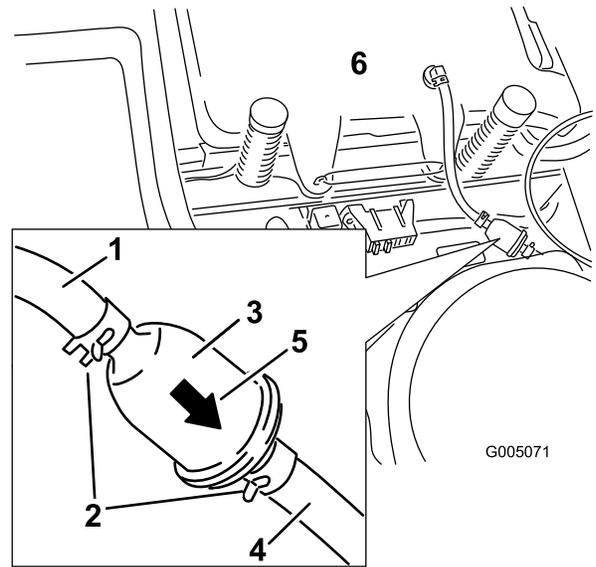

Bild 32
4. Drücken Sie die Enden der Schlauchklemmen zusammen und schieben Sie sie vom Filter weg (Bild 32).
6. Setzen Sie einen neuen Filter ein. Der Pfeil für die Flussrichtung muss vom Kraftstofftank zum Motor zeigen. Schieben Sie die Schlauchklemmen eng an den Filter (Bild 32), um ihn zu befestigen.